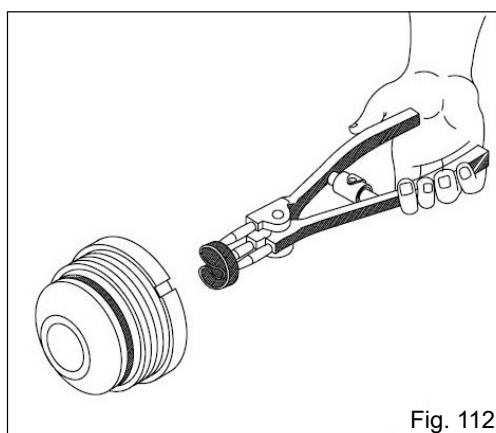

Fig. 112
b) Introduza a gaxeta na furação do guia da haste até a altura do alojamento e solte a gaxeta acomodando-a no lugar (Fig. 112);